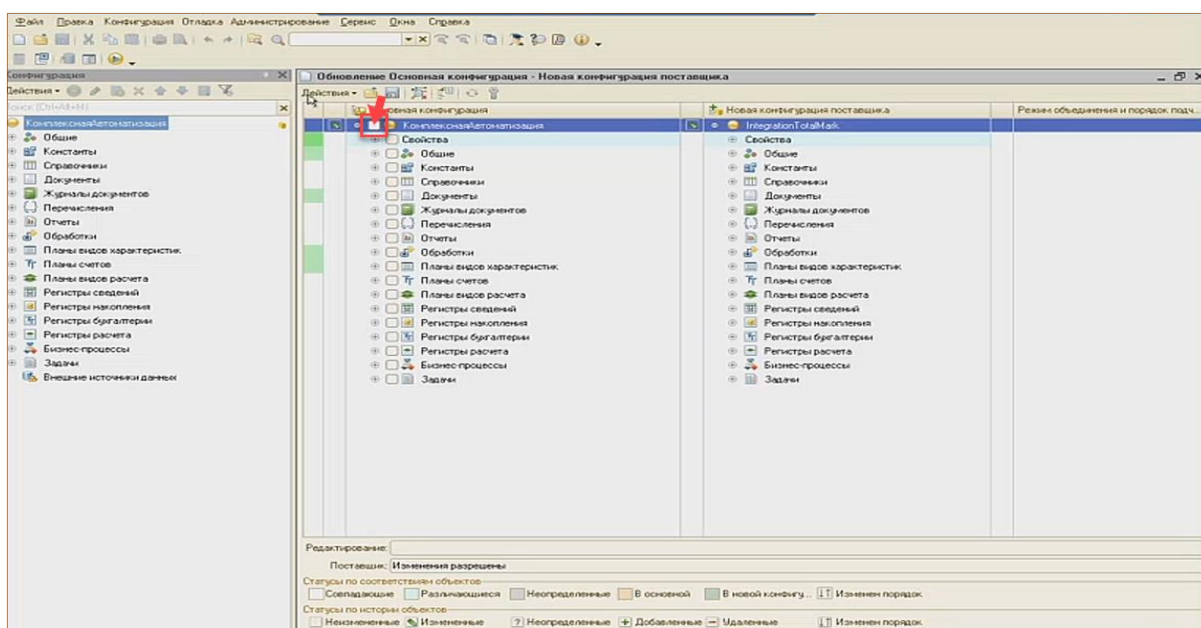

Рис. 11.30 - Обновление конфигурации
- 3) Так как обновление не должно затрагивать типовые объекты конфигурации, требуется снять отметку у корня конфигурации (Рис. 11.30);